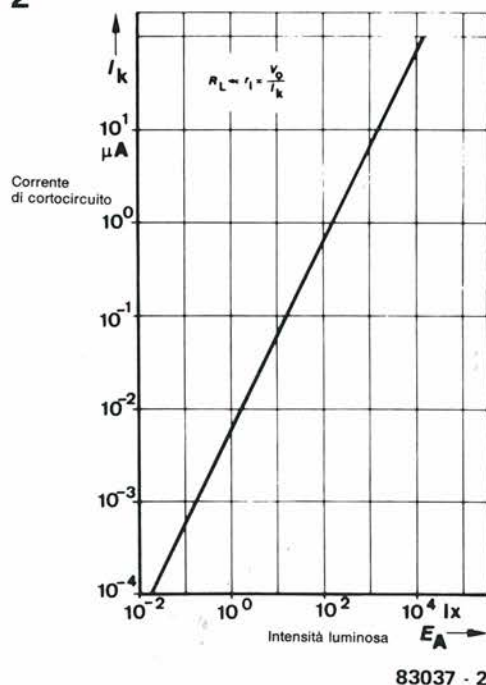

Figura 2. La corrente di cortocircuito del fotodiodo BPW 21 ha un andamento lineare entro una vasta banda di variazione dell'intensità luminosa.
Per poter regolare la luminosità del display (cioè la corrente che lo attraversa) in funzione della luce ambientale, possiamo usare un sensore ABC (Automatic Brightness Control = controllo automatico della luminosità), appositamente progettato per questo scopo. L'OPL 100 (TRW Opton) è un circuito integrato ad 8 piedini (vedi figura 1) che è incapsulato in una massa trasparente. Esso contiene un fotodiodo che ha una superficie sensibile alla luce di 1,7 millimetri quadrati. Come mostrato in figura 2, questo integrato contiene anche un amplificatore di corrente compensato in temperatura, un amplificatore operazionale predisposto per guadagno unitario, quattro comparatori, un flip-flop, un buffer d'uscita ed alcuni circuiti logici di controllo. Oltre a tutto ciò, esso contiene anche uno stabilizzatore di tensione integrato, che può stabilizzare tensioni di alimentazione variabili da 4,5 a 24 V. Con un circuito RC esterno (R_x e C_x) collegato al piedino 5, è possibile generare una tensione a denti di sega, in quanto il condensatore viene alternativamente caricato tramite R_x e scaricato tramite il transistor interno. La frequenza è pressoché uguale ad $1,4/(R_x C_x)$. La tensione a denti di sega varia tra due estremi stabiliti dai comparatori Ulow ed Uhigh; il comparatore del "segnale" confronta questa tensione con quella presente al piedino 1, che è proporzionale alla luce ambiente. Durante ciascun periodo dell'onda a denti di sega, questa tensione sarà, all'inizio, minore di quella presente al piedino 1; il comparatore del "segnale" fa sì che l'uscita (piedino 7) sia positiva. Non appena il livello dell'onda a denti di sega diventa più elevato della tensione al piedino 1, l'uscita del comparatore di "segnale", e quindi il livello al piedino 7, diventa "bassa" (circa 0,4 V), come mostrato in figura 3. Quando l'intensità della luce ambiente aumenta, altrettanto fa la tensione al piedino 1. Di conseguenza ci vorrà più tempo perché la tensione al piedino 5 diventi maggiore di quella al piedino 1, e perciò il livello al piedino 7 rimarrà più a lungo positivo. In questo modo verrà ottenuto un aumento della luminosità del display, mantenendo costante il contrasto. Poiché il limite superiore della tensione a denti di sega ($U_{cc}/2$) segue qualsiasi variazione della
Figura 2. Struttura interna dell'OPL 100. R_x e C_x sono i componenti esterni necessari per ottenere un generatore a denti di sega. Vengono usati comparatori per ricavare un'onda quadra dalla tensione a denti di sega; il rapporto impulso/pausa dipende dalla luce ambiente misurata dal fotodiodo, secondo una legge lineare. La tensione ad onda quadra, con il suo rapporto impulso/pausa variabile, viene usata per controllare la luminosità del display.
alla luce violetta della lunghezza d'onda di 430 nm, arrivando fino alla luce rossa con lunghezza d'onda di 650 nm, con sensibilità maggiore di quella dell'occhio umano. Entrambi raggiungono però il massimo della sensibilità ad una lunghezza d'onda di 555 nm (luce giallo-verde). In altre parole, se una sorgente luminosa emette luce rossa e luce giallo-verde con la stessa intensità di irradiazione, la luce giallo-verde apparirà molto più brillante sia all'occhio che al fotodiodo. Le due curve di figura 1 non coincidono esattamente, ma sono piuttosto vicine una all'altra e, per ottenere la compatibilità quasi perfetta, viene utilizzato il filtro di correzione del colore del fotodiodo. Per entrambi i sensori non è possibile una percezione al di fuori di questa banda di radiazioni. Le radiazioni con lunghezza d'onda inferiore ai 400 nm si trovano nella regione dell'ultravioletto e quelle superiori ai 700 nm fanno parte della regione dell'infrarosso. Un'altra caratteristica favorevole del fotodiodo BPW 21 è la sua eccellente linearità, come appare dalla curva caratteristica di figura 2. La corrente di cortocircuito I_K è perfettamente lineare entro un campo di illuminazione compreso tra 0,01 lx e 10.000 lx. Nella regione che ci interessa, questo ha come risultato una buona linearità per quanto attiene alla sensibilità assoluta; il cui valore tipico è di 7 nA/lx (4,5 nA/lx la minima e 10 nA/lx la massima): la lettura sulla scala dello strumento sarà lineare.
Figura 2. I computer di sviluppo, come per esempio il Junior o l'SC/MP, impiegano circuiti RAM nell'area della memoria di programma. Un'ampia sezione dell'area di memoria indirizzabile è occupata dal programma monitor, contenuto in ROM od (E)PROM, e nelle cosiddette "aree di RAM monitor". I computer specializzati (dedicati), come l'Intelekt, la "casalinga 6502" ed il computer per camera oscura, sono più diffusi. Le loro memorie di programma sono contenute in una (E)PROM e non è necessaria una vasta memoria monitor.
Un sistema di sviluppo può essere anche usato per applicazioni "specializzate", ossia per scopi ben definiti, ma non è possibile il passaggio inverso. La differenza tra un sistema specializzato ed un sistema di sviluppo è mostrata in figura 2. I computer che necessitano di spazi di memoria sempre più vasti sono quelli di sviluppo (SC/MP, Junior, eccetera). I dati nelle loro memorie di programma sono di solito organizzati come in figura 2. Nell'area di memoria di programma sono usate le RAM. Il programma monitor occupa gran parte dell'area di memoria indirizzabile. Questa consiste di una ROM oppure di una (E)PROM contenente le istruzioni operative, nonché di un'area RAM per memorizzazione intermedia e di un blocco di ingressi/uscite a mappa di memoria. Il programma monitor contiene le diverse routine che servono allo sviluppo di altri programmi, come: la routine di ingresso/uscita, di lettura e di scrittura della memoria. Elektor ha pubblicato diversi circuiti di computer specializzati, come l'Intelekt, la